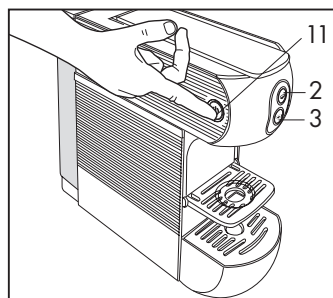

Fig. 4
- Encienda la máquina accionando el interruptor principal (11). La máquina está encendida cuando el interruptor principal se ilumina. **(Fig.4)**